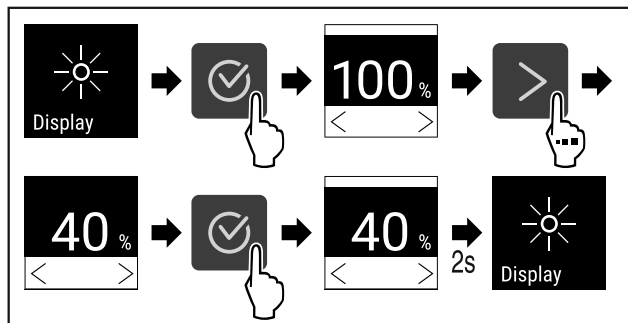

Fig. 101
- ▶ Выполните шаги действия (см. Fig. 101).